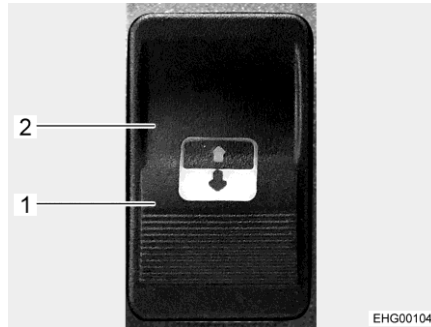

Fig. 127 Botón de control
El botón de control (Fig. 127) está instalado junto al techo corredizo eléctrico, en el techo del vehículo
- Pulsar y mantener pulsado el botón de control en el lado del símbolo de abrir (Fig. 127,1) hasta que el techo corredizo se encuentre en la posición deseada.
- Pulsar el botón de control en el lado del símbolo de cerrar (Fig. 127,2).
- Pulsar y mantener pulsado el botón de control en el lado del símbolo de cerrar (Fig. 127,2) hasta que el techo corredizo se haya cerrado hasta donde sea posible.